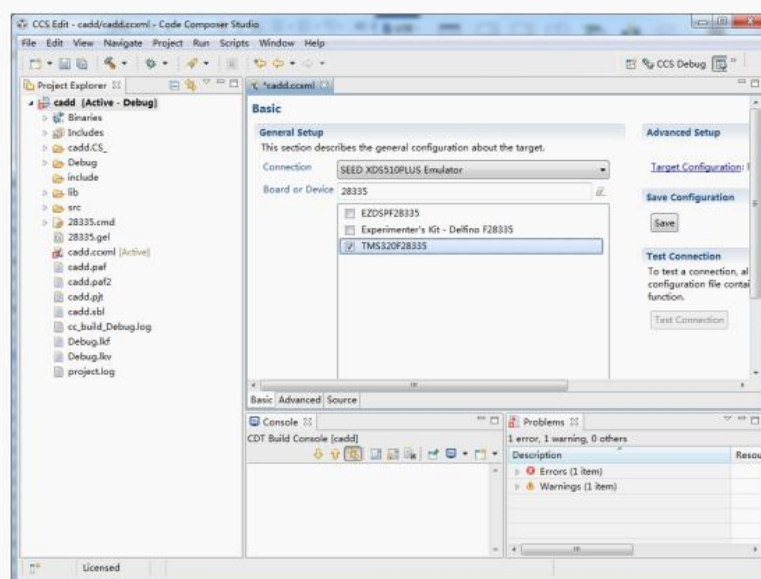

图1-13
- 7) 出现一个对话框，可修改文件名称(cadd.ccxml)，然后finish，随后出现如下图1-13所示